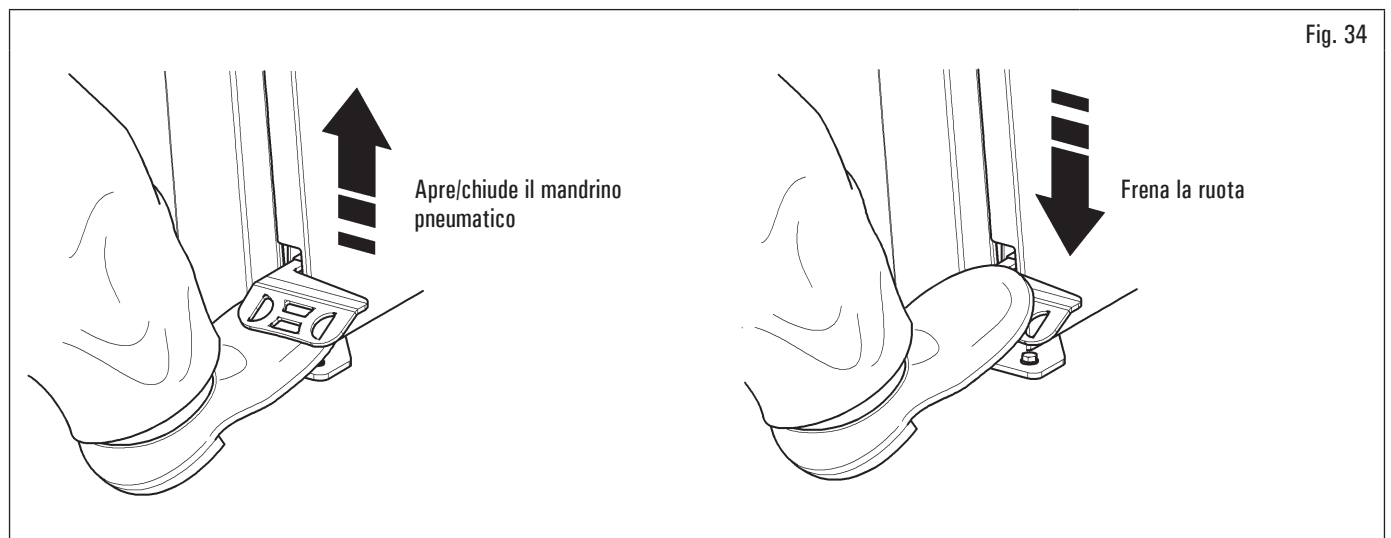

Fig. 34
1. Se il mandrino pneumatico è chiuso, aprirlo sollevando l'apposito pedale, vedi Fig. 34;